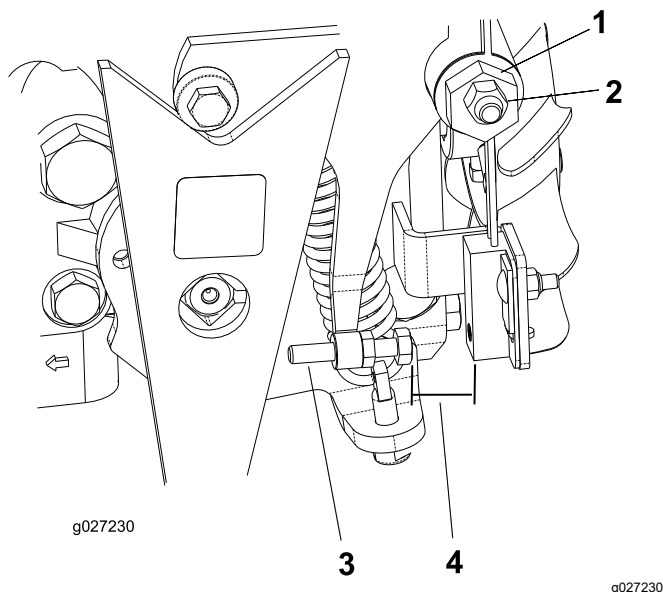

図 35
4. トラクション調整カムのロックナットをゆるめる (図 35)。
- エンジンを始動し、カム図 35 を左右に回してニュートラル位置の中心に合わせる。
- ねじを回して、すき間を 0.8-2.3 mm に調整する図 35。